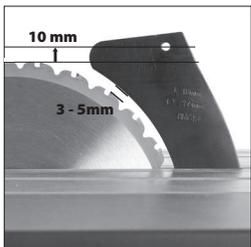

Abb. 16
- Stellen Sie den Spaltkeil so ein, dass er 3 - 5 mm vom Sägeblatt entfernt ist. Die Sägeblattschutz-Montagebohrung auf dem Spaltkeil muss sich mindestens 10 mm über der Zahnspitze befinden. (**Abb. 16**).